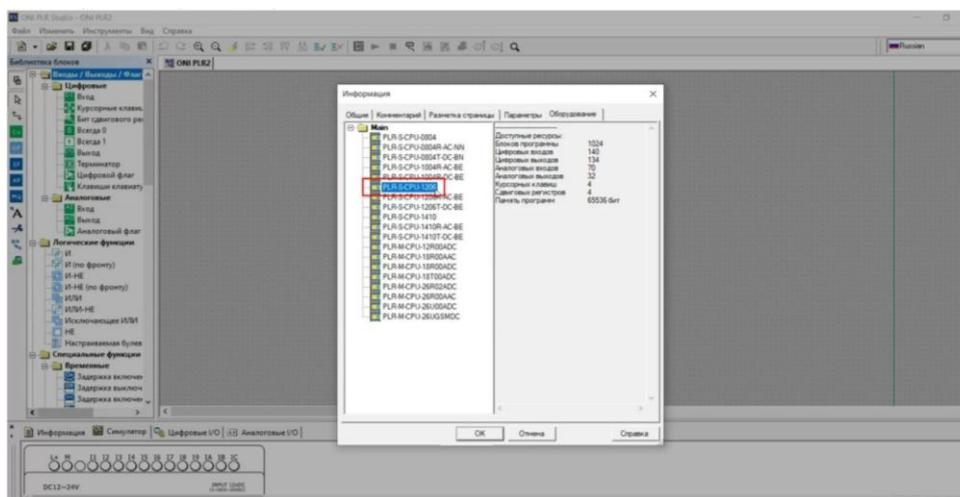

Рисунок 4 – Выбор необходимого оборудования для программирования в программе ONI PLR Studio
2. Выбираем оборудование, для которого будем писать программу (рис. 4).